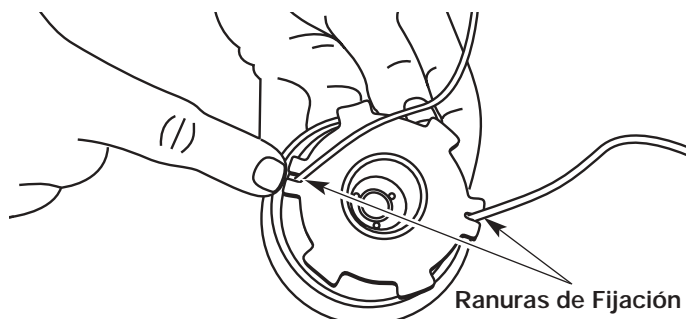

Fig. 39
12. Inserte los extremos de la línea en las dos ranuras de fijación (Fig. 39).